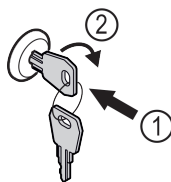

Fig. 92 Példaként szolgáló ábrázolás
- Dugja be a kulcsot Fig. 92 (1).
- Forgassa el a kulcsot 90°-kal az óramutató járásával megegyező irányba Fig. 92 (2).